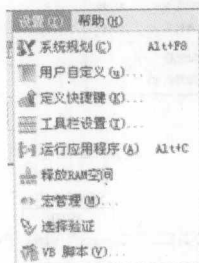
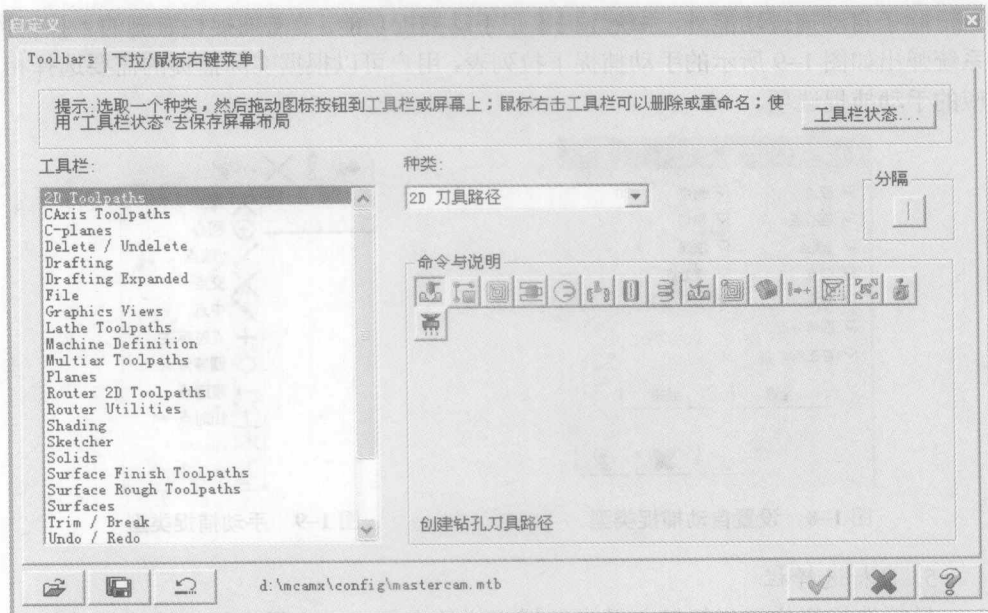

图 1-4 设置命令下拉菜单
图 1-5 自定义工具栏显示内容
紧接菜单栏下面的是工具栏，它将菜单栏中的命令以图标的方式来表达，方便用户快捷选取所需要的命令。和菜单栏一样，工具栏也是按功能进行划分的。工具栏中包含了 Mastercam X 的绝大部分命令。用户可以通过菜单栏中的命令“设置 (I)”→“用户自定义 (U)”来增加或减少工具栏中的图标，如图 1-4、图 1-5 所示。